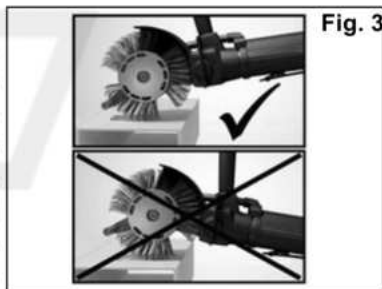

Fig. 3
8. A fin de obtener mejores resultados, preste atención a guiar la Barra de Aceleración cerca de la superficie que se ha de mecanizar. Si la distancia entre la Barra de Aceleración y la superficie es demasiado grande, el rendimiento se reduce de forma perceptible. Véase Fig. 3.